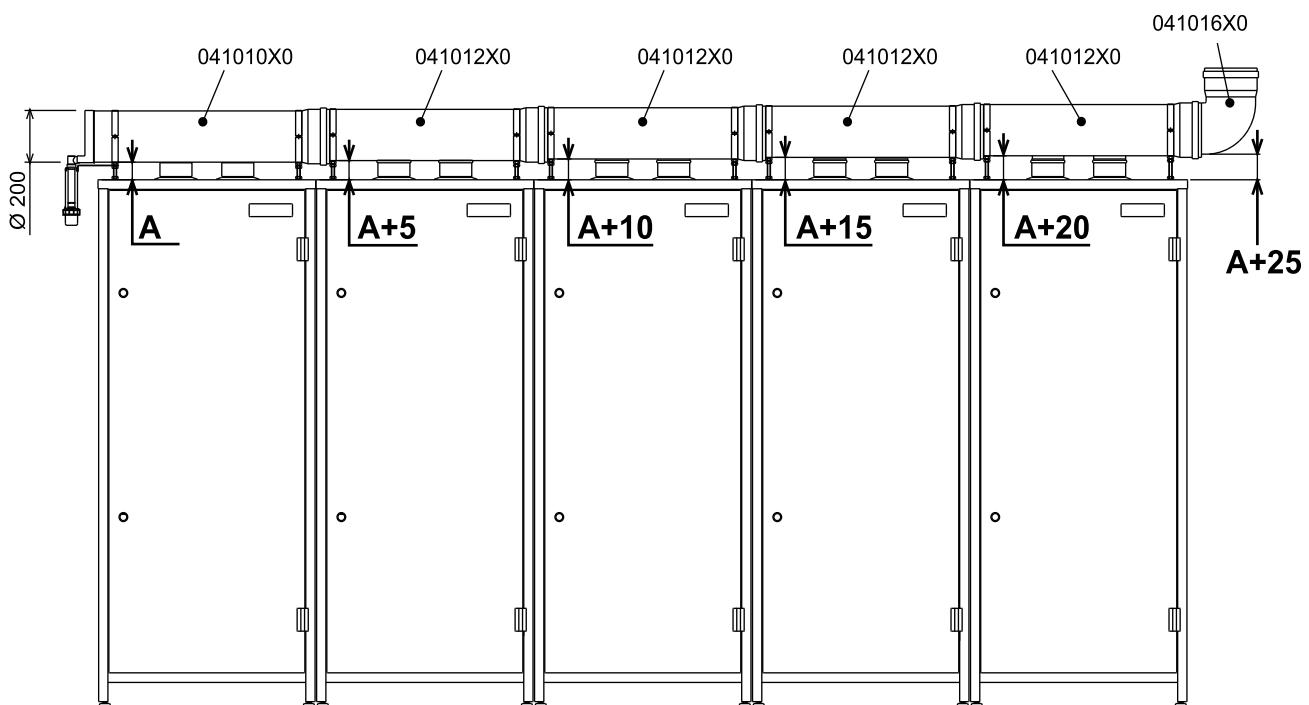
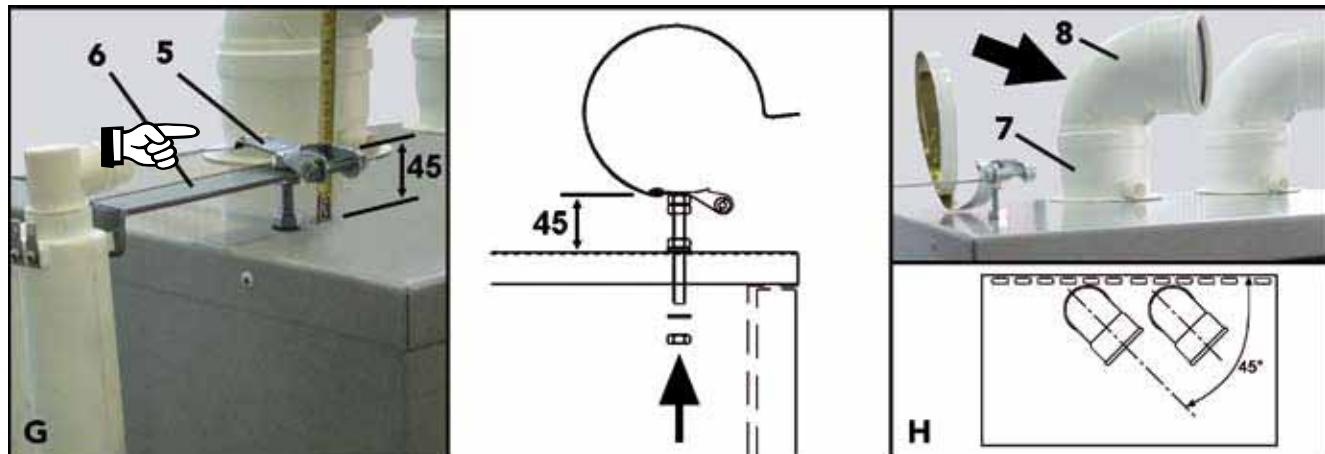

Рис. 26 Установка 5 модулей
Рис. 29
- G Установить крепежные фланцы коллекторов «5», используя для этого отверстия в верхней части модулей. Первый кронштейн на первом модуле должен находиться на отметке 45 мм. (см. деталь «G» рис. 29). Это расстояние на каждом последующем модуле должно увеличиваться на 5 мм, чтобы таким образом обеспечить уклон коллектора дымовых газов, как показано на рис. 26. Во фланец первого модуля установить кронштейн сифона конденсатоотводчика (дет. 6).
- H Установить на патрубки «7» отводы под 90°, дет. «8», расположив их под углом 45° относительно самого модуля (см. дет. «H» рис. 29). В случае модуля ECONCEPT 51/51i использовать только один отвод под 90° и заглушку из комплекта основного коллектора.